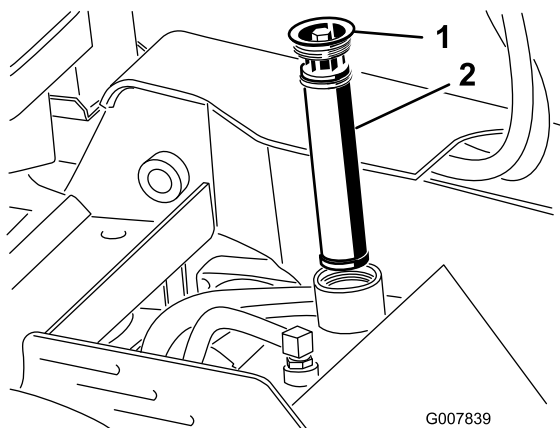

Figure 18
- Nettoyez la surface autour du goulot de remplissage du réservoir hydraulique et enlevez le bouchon et le filtre du goulot de remplissage à l'aide d'une clé (Figure 18).